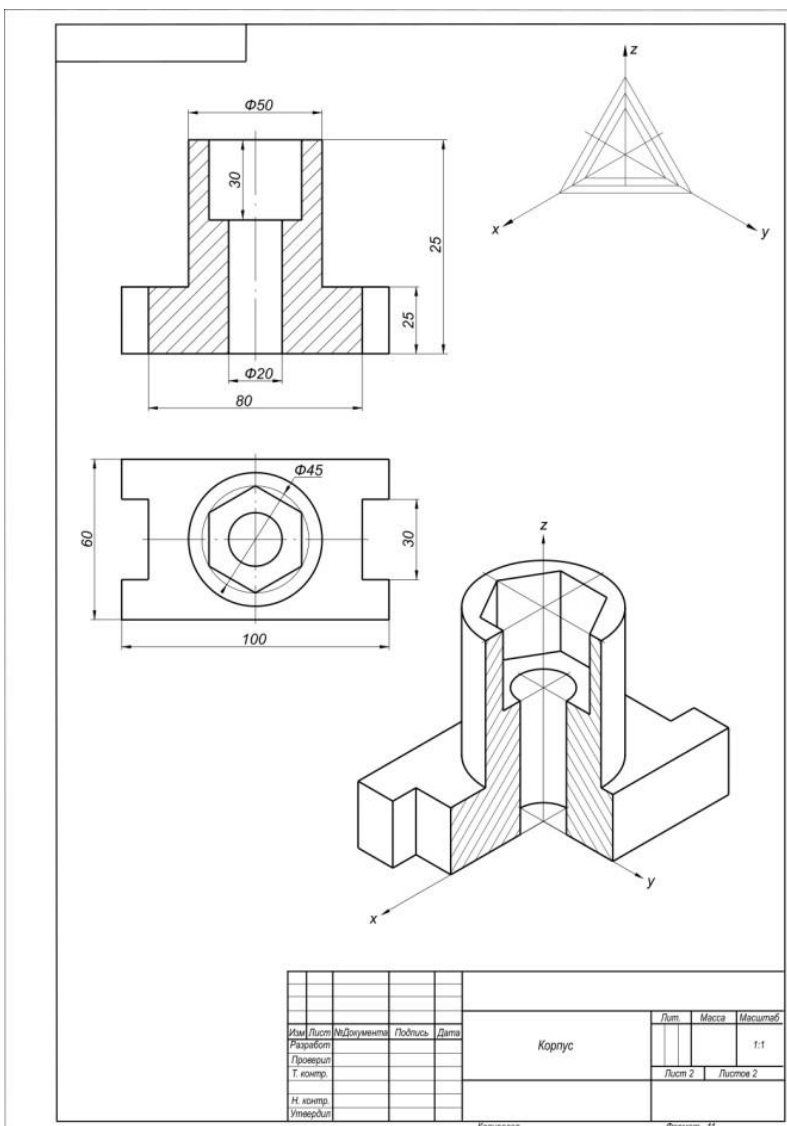

Рисунок 41 - Пример выполнения графической работы
2. Выполнить полезные разрезы (фронтальный и профильный), см. рис.41.